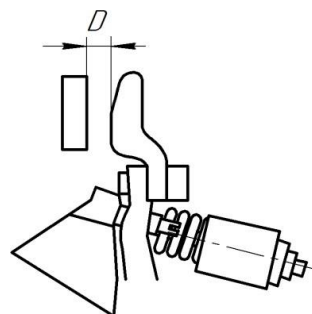

Рисунок 5. Раствор контактов
11.2.9. Растворы контактов D (Рис.5) проверяются калибром и должны соответствовать данным Таблице 8.